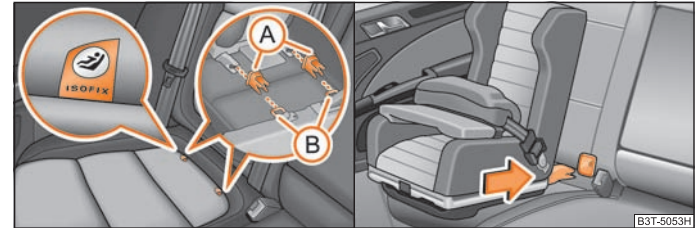

Abb. 168 Halteösen (ISOFIX-System) / der ISOFIX-Kindersitz wird in die montierten Aufnahmetrichter geschoben
Zwischen Rückenlehne und Sitzfläche des Beifahrersitzes und auf den hinteren äußeren Sitzen befinden sich zwei Halteösen* für die Befestigung eines Kindersitzes mit dem „ISOFIX“-System. An Sitzen, bei denen die Befestigungsösen nicht sichtbar sind, sind die Stellen mit Ösen mit Schildern mit dem Schriftzug „ISOFIX“ gekennzeichnet ⇒ Abb. 168 - links.
- Stecken Sie die Aufnahmetrichter (A) ⇒ Abb. 168 auf die Halteösen (B) zwischen Sitzlehne und -fläche.
- Schieben Sie die Rastarme des Kindersitzes in die Halteösen, bis sie hörbar einrasten ⇒ Abb. 168 - rechts.